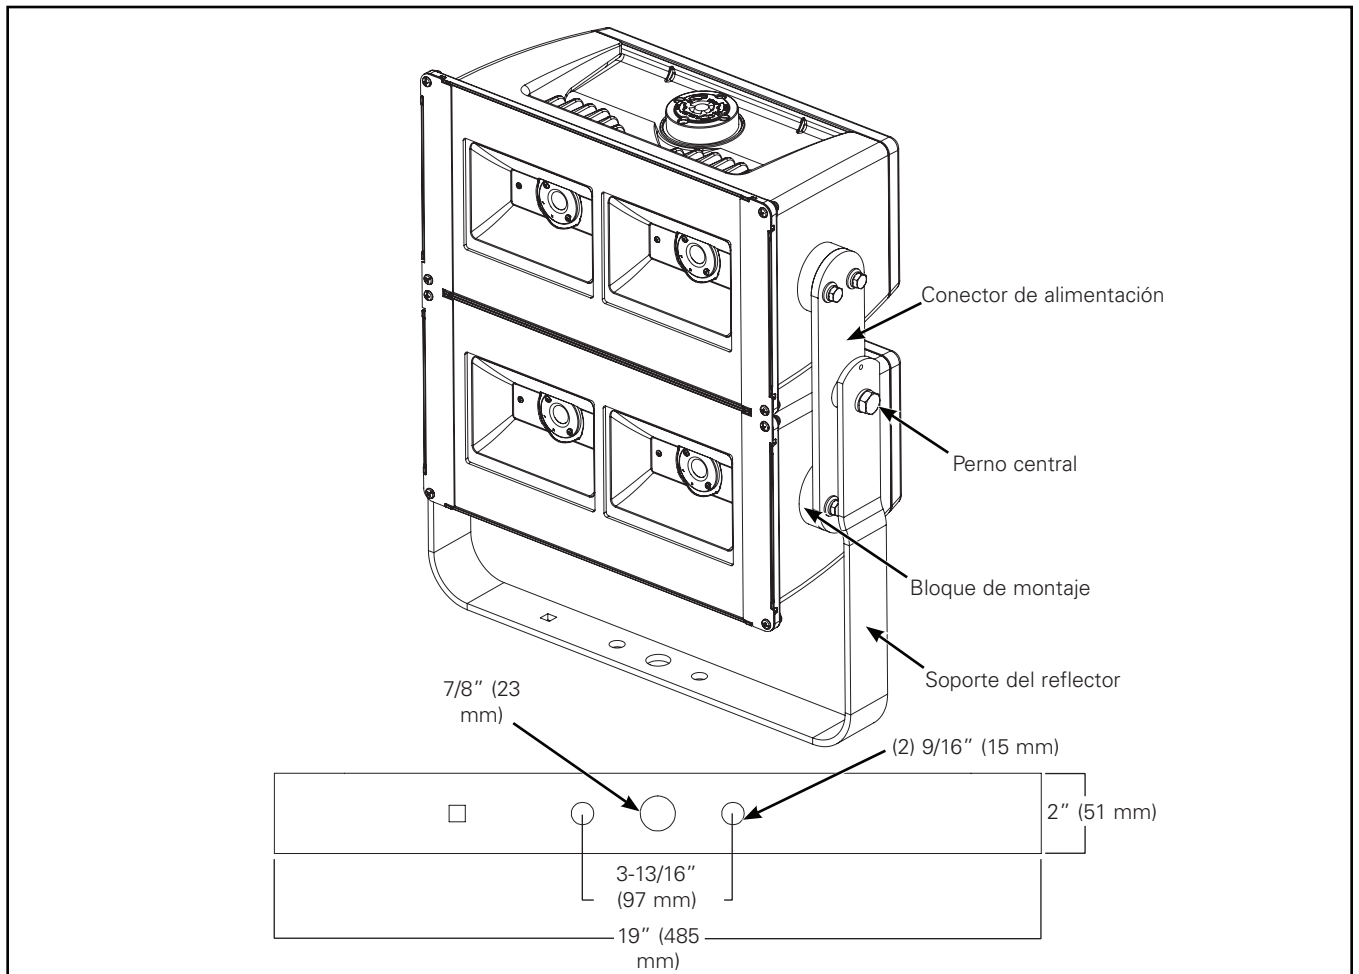

Figura 3.
**Montaje en horquilla de articulación (Figura 3.)**
2. Afloje los (2) pernos centrales sin quitarlos. (Figura 3.)